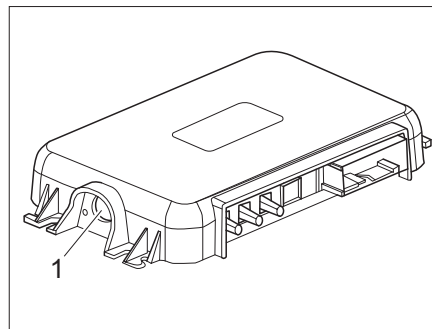

Fig. 274 Tecla de emparejamiento en el SCU
- Presionar la tecla de emparejamiento del SCU (Fig. 274,1). El vehículo y el dispositivo móvil ahora están emparejados.